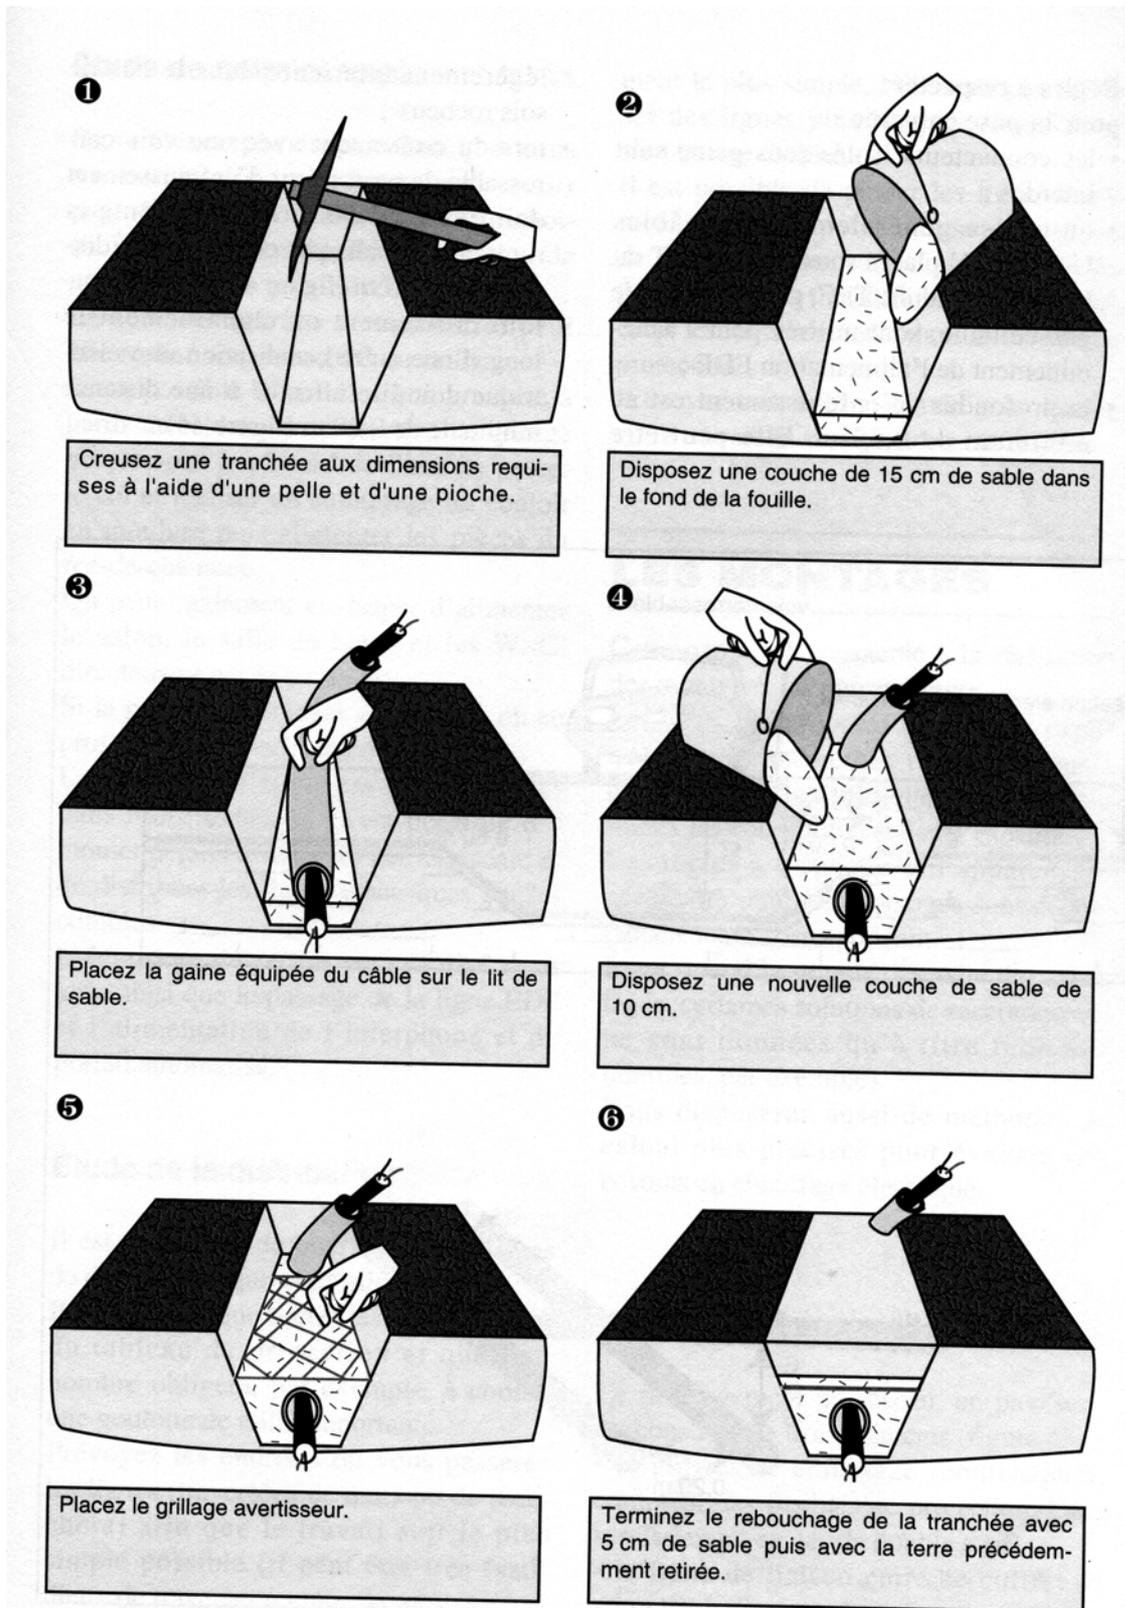

Figure 7.14 - Réalisation d'une installation enterrée
- **Etapes de réalisation d'une installation enterrée** : (voir figure 7.14)